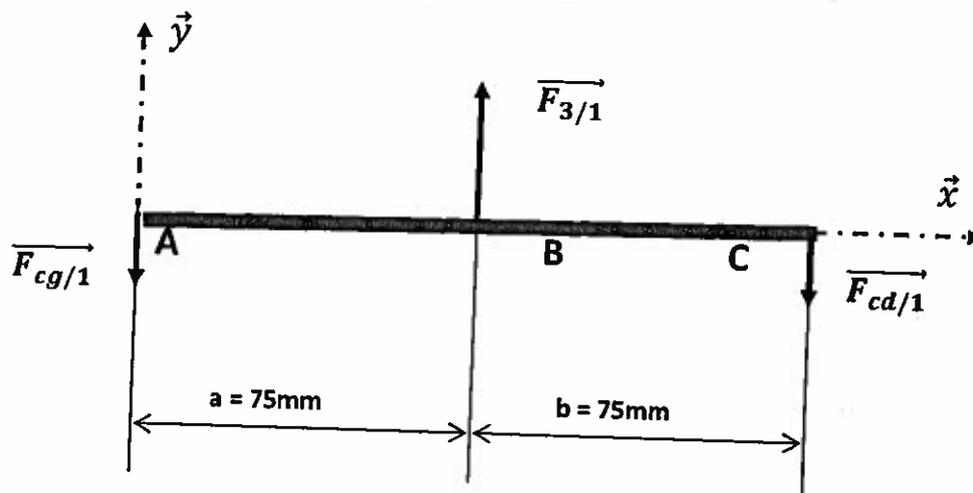

Figure 4 : Actions mécaniques appliquées sur le palonnier (1)
- 1) Par une étude statique, exprimer puis calculer en se référant à la figure 4, $F_{cg/1}$ et $F_{cd/1}$ en fonction de $F_{3/1}$, a et b, sachant que $F_{3/1} = F_{1/3}$ d'après le principe des actions mutuelles. (2pts)